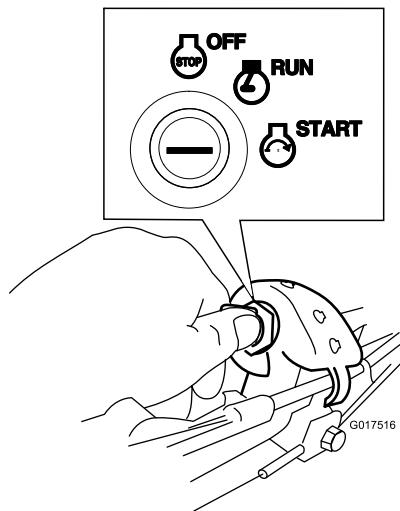

Рисунок 19
Поверните ключ зажигания в положение Start (Запуск) и удерживайте в этом положении (Рисунок 19); когда двигатель запустится, отпустите ключ.
- Поверните ключ зажигания в положение Run (Работа) Рисунок 19